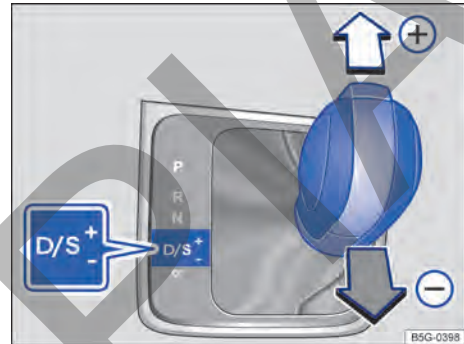

Fig. 109 Palanca selectora en la posición Tiptronic (vehículos con el volante a la izquierda).
- Para cambiar a una marcha más larga o más corta, empuje levemente la palanca selectora hacia delante (+) o hacia atrás (-) → fig. 109.